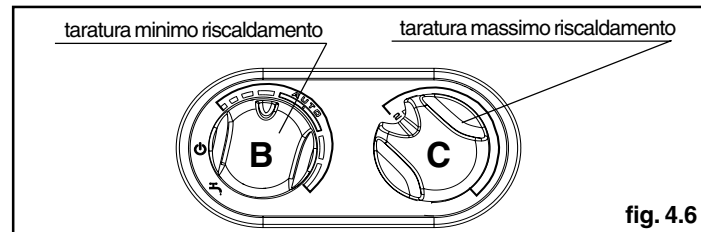

fig. 4.6
- ruotare la manopola di regolazione temperatura acqua riscaldamento B (fig. 4.6) fino a raggiungere il valore di minimo riscaldamento come indicato nella tabella multigas a pagina 6
- ruotare la manopola di regolazione temperatura acqua sanitario C (fig. 4.6) fino a raggiungere il valore di massimo riscaldamento come indicato nella tabella multigas a pagina 6